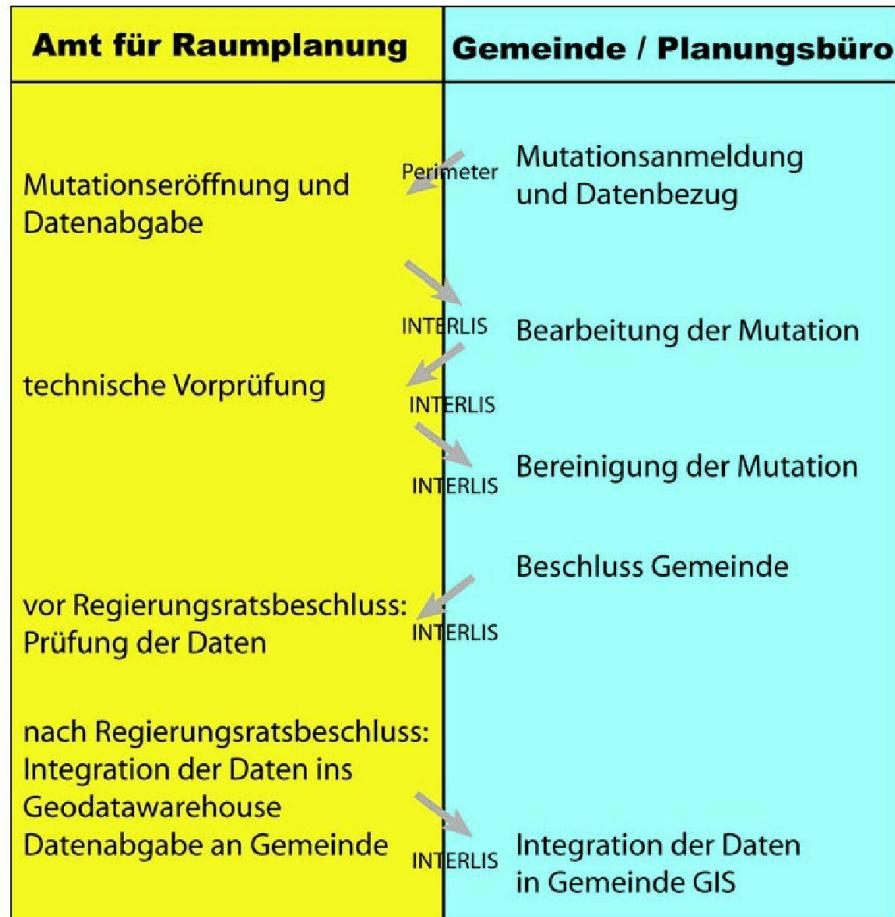

Abb. 1: Ablauf und Datenfluss für eine Zonenplanmutation.
- Der Ablauf der Datenabgabe und der Datenverifikation im Mutationsprozess zwischen Kanton, Gemeinde und Planer erfolgt gemäss dem auf der Abbildung 1 dargestellten Schema.
Um den Prozess der Datenabgabe, der Datenverifikation und der Erstellung eines nachgeführten Datensatzes im Zonenplanverfahren möglichst gut zu unterstützen, wurde das «Mutationstool» im Auftrag des Amts für Raumplanung von der Firma GEOFOM entwickelt. Es basiert auf der GEONIS-Software und unterstützt die in Abbildung 1 dargestellten Schritte. Für das Einlesen und die Konvertierung der INTERLIS-Daten wird Interlis Studio eingesetzt.